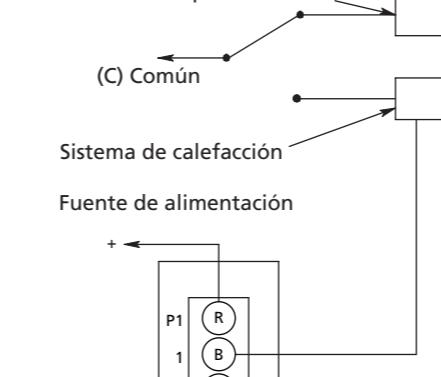

Figura 5 – Termostatos SPDT/SPDT de Dos Etapas en Control de un Ventilador de Velocidad Única y de un Motor Moderador de Aumento de Volumen
3. Termostatos con interrupción SPDT/SPDT de 2 etapas: Si la conexión es similar a la Figura 4, el ventilador deberá activarse a aproximadamente la temperatura ambiente y deberá cambiar a alta velocidad, al girarse la perilla hacia la izquierda a un ajuste de temperatura más baja. Si el cableado es similar a la Figura 5, el moderador deberá abrirse al girarse la perilla hacia la izquierda (a un ajuste de temperatura más baja). Los dispositivos deberán funcionar en la secuencia inversa cuando se gira la perilla hacia la derecha.
La Figura 5 muestra un SPDT/SPDT conectado en forma típica para una aplicación de ventilador de dos velocidades. El motor moderador será energizado cuando la temperatura alcance el ajuste de la perilla. Si la temperatura continúa aumentando, el motor del ventilador será energizado por el interruptor de temperatura alta.